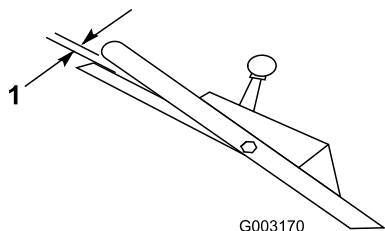

Figure 27
**Remarque:** Le réglage est correct si les roues arrière s'arrêtent de tourner lorsque la barre de commande se trouve à environ 2,5 cm (1") du guidon (Figure 27).